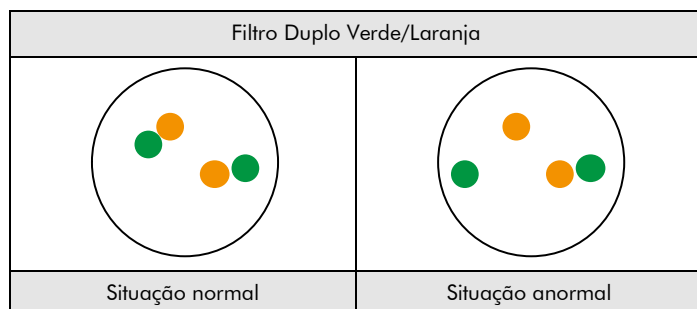

Fig. 2: Resultados esperados em núcleos normais e anormais
**Situação normal:** Em interfases de células normais ou em células sem translocação envolvendo a região do gene SS18, são visíveis dois sinais de fusão verde/laranja (ver Fig. 2).
**Situação anormal:** Uma região do gene SS18 afectada por uma translocação é indicada por um sinal verde e laranja separados (ver Fig. 2).